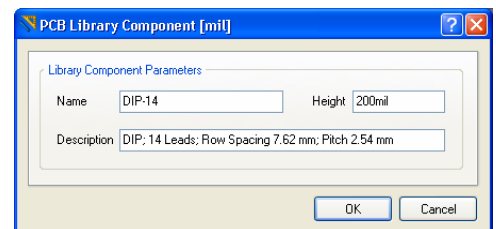

図54 - DIP-14 コンポーネントの詳細
1. PCB Libraryパネルで、DIP-14エンTRIESをダブルクリックすると、PCB Library Componentダイアログが開きます(図54)。名称、高さ意、記述がわかります。コンポーネントの高さが、ここでは重要です。実際に高さのある3Dボディを作る必要があるからです。